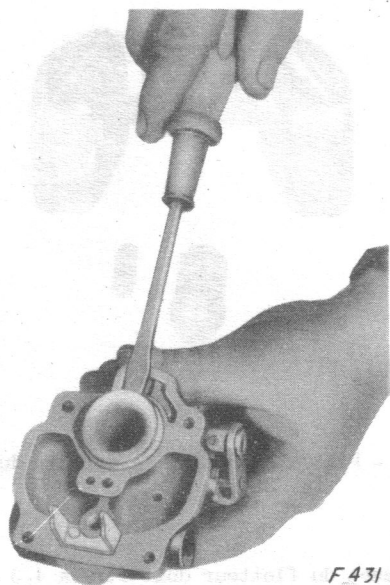

Figure 7 - Démontage du venturi.
6. Dégagez avec le tournevis le venturi et retirez ensuite le joint qui doit être changé. (Voyez figure 7).